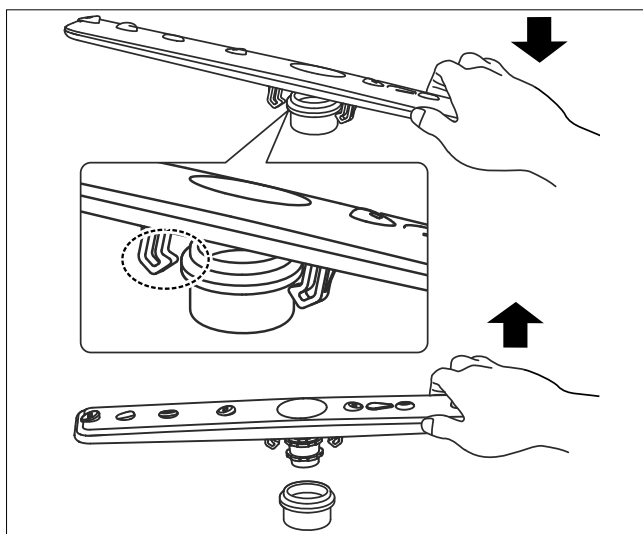

Fig. 22 – Extracción del brazo pulverizador
- Retire los brazos pulverizadores (1 y 2) del interior del aparato (véase Fig. 22) para limpiarlos. Extraiga el brazo pulverizador de la fijación.